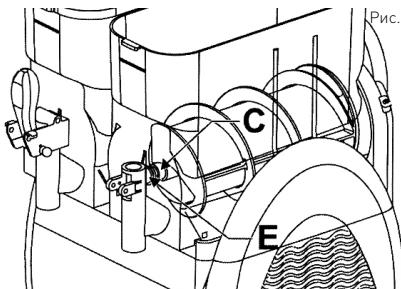

Рис. 21
- Теперь установите контейнер на нужное место, осторожно поднимите переднюю часть шнека, устанавливая его в нужном положении (E) по отношению к контейнеру (Смотрите: Рис. 21).